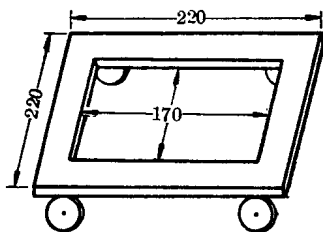

图 5 载炉体小车
1. 按图 5 作小车一辆(轮子直径约 25 mm)。将炉体托环用螺丝固定在小车上;